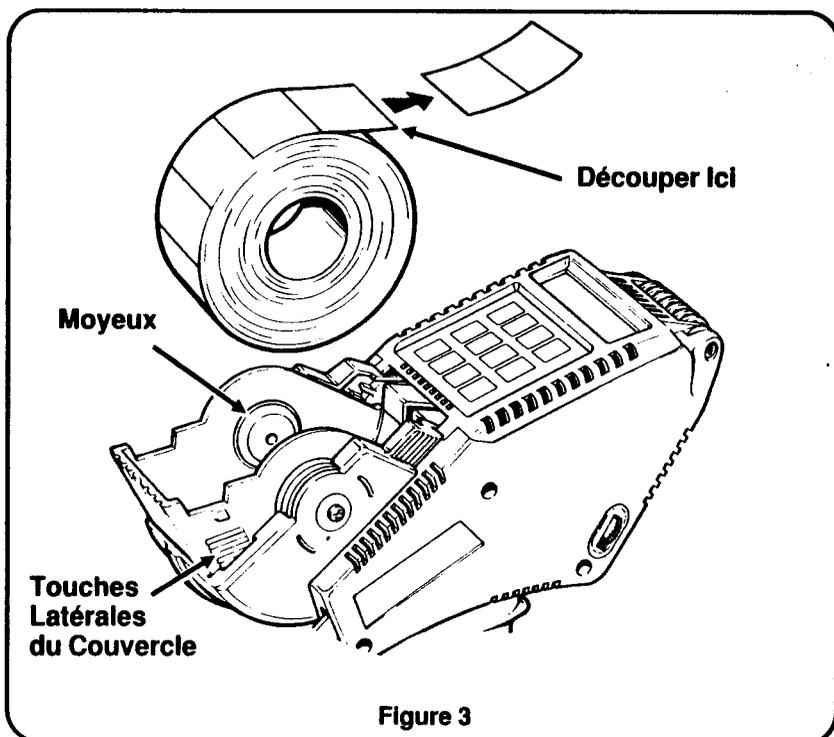

Figure 3
1. Pressez sur les languettes latérales du couvercle protecteur et ouvrez-le par rotation jusqu'à ce qu'il se verrouille (figure 3). Dans la position verrouillée, les moyeux se rétractent.